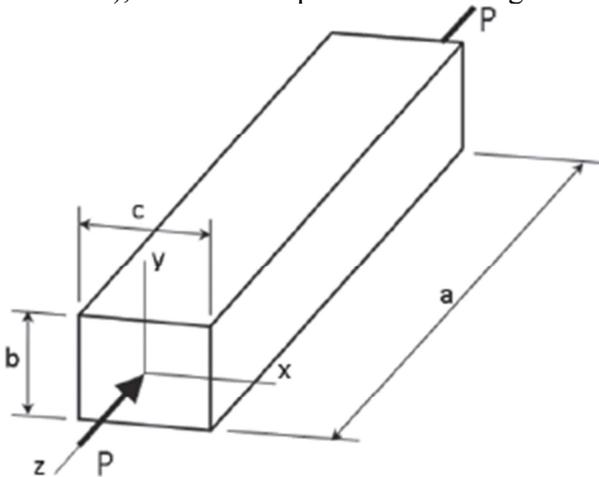

Figura 5. Representação da peça a ser analisada
43.(POL.CIVIL-RJ/IBFC/2013) Em uma visita a um galpão industrial, verificou-se que uma das peças da sua estrutura deveria ser analisada quanto à variação das suas dimensões. Esta peça, cujo módulo de elasticidade longitudinal é de 200 GPa (gigapascal), sofre um carregamento axial de compressão P de 200 kN (quilonewtons), aplicado no centroide da seção. A dimensão do comprimento é $a = 2\text{m}$ (metros) e as dimensões da seção transversal são $b = 100\text{ mm}$ (milímetros) e $c = 200\text{ mm}$ (milímetros), conforme esquematizado na figura 5 a seguir.